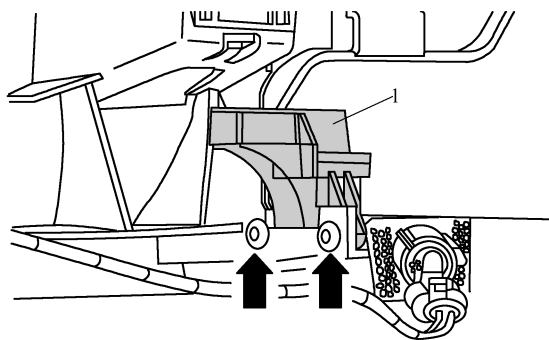

图 9-2-27 旋出螺栓
- (1) 拆下后部保险杠覆面。
- (2) 如图 9-2-27 所示，旋出螺栓(箭头所示)。拆下后部保险杠覆面上的无线电时钟接收器 J489—1。